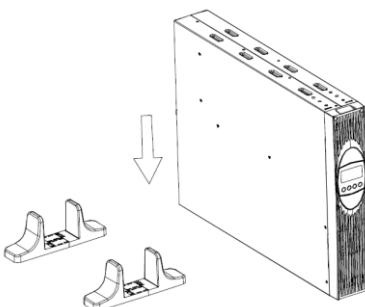

Figura 4: Installazione Tower
| Figura 4: Installazione Tower .....                                 | 91  |
1. Spingere il sistema UPS in verticale nei due piedi (vedi Figura 4). Per assicurare la stabilità, la distanza tra i piedi deve essere la massima possibile.